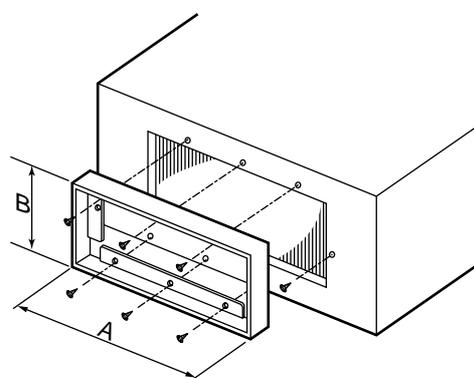

Fig. 1
① A l'aide de 6 vis, montez la bride sur l'orifice d'alimentation en air de l'unité intérieure. (Fig. 1)
② Adaptez le conduit carré à la dimension intérieure de la bride. $A \times B$.